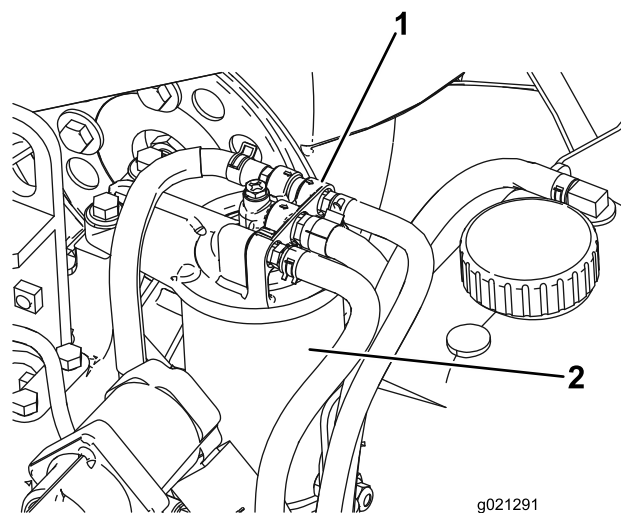

Figure 96
1. Nettoyez la surface autour de la tête du filtre à carburant (Figure 96).
2. Déposez le filtre et nettoyez la surface de montage de la tête du filtre (Figure 96).